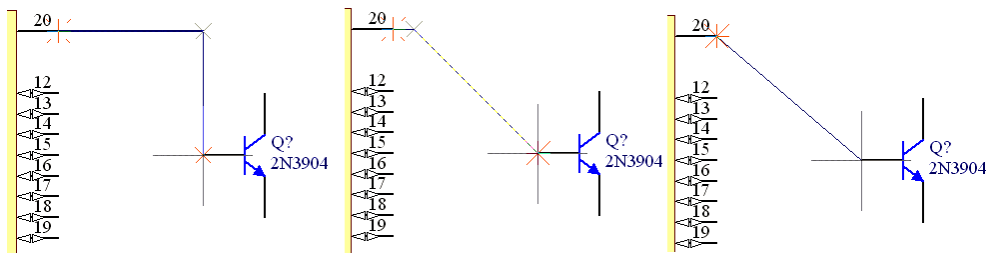

图 3-3 导线的拐弯模式
Step3 导线的拐弯模式。如果要连接的两个引脚不在同一水平线或同一垂直线上，则在放置导线的过程中需要单击确定导线的拐弯位置，并且可以通过按 Shift+Space 键来切换导线的拐弯模式。有直角、45° 角和任意角度 3 种拐弯模式，如图 3-3 所示。导线放置完毕，右击或按 Esc 键即可退出该操作。